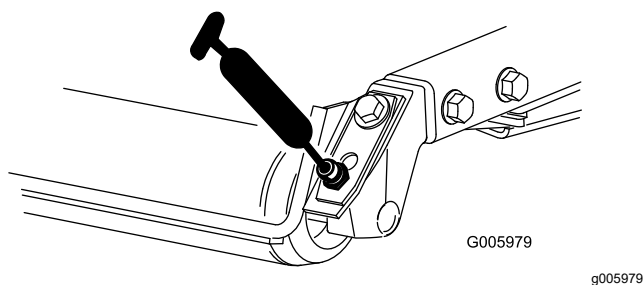

Рисунок 41
- Подшипники заднего валика (по 2 шт. на каждом режущем блоке), как показано на Рисунок 41